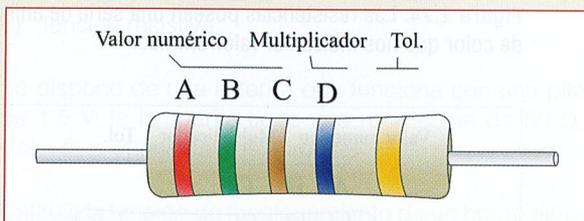

Figura 2.26. Resistencia con 5 anillos de color.
En el caso de 5 anillos, los tres primeros (A, B, C) dan el valor numérico, el cuarto (D) el multiplicador y el quinto (E) la tolerancia (Figura 2.26).